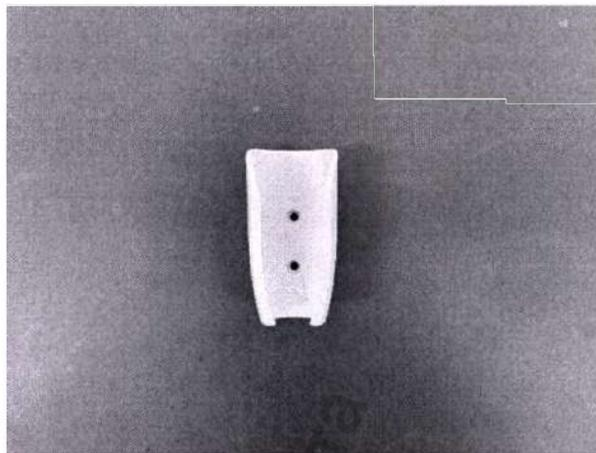

Рис.9. Держатель интраоральной камеры
3. Прикрепите держатель интраоральной камеры к кронштейну держателя камеры с помощью винтов. Внешний вид держателя камеры изображен на рисунке Рис.9.